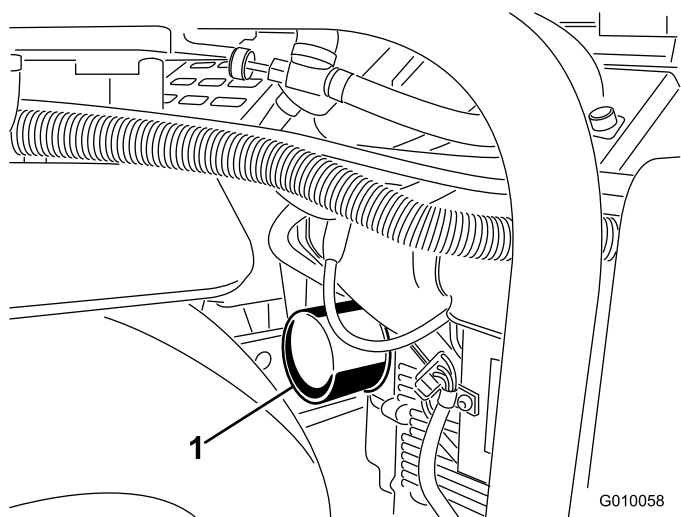
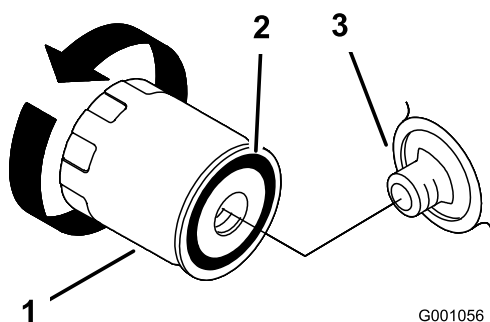

図 47
図 48
6. オイルを受けられるように、フィルタの下に浅い容器を置く (図 47)。
7. オイル・フィルタ (図 47と図 48) を外し、フィルタのアダプタ・ガスケットの表面をきれいに拭く。